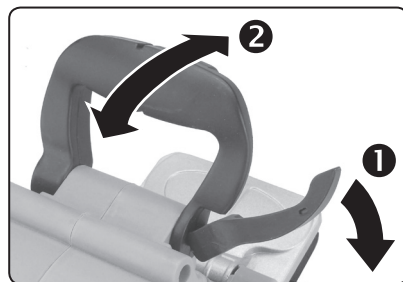

Abb. 7
- ➔ Lösen Sie den seitlichen Feststellhebel des Griffs und klappen Sie den Griff in die gewünschte Position (Abb.7). Sichern Sie den Griff mit dem Feststellhebel dann wieder in der gewünschten Position.